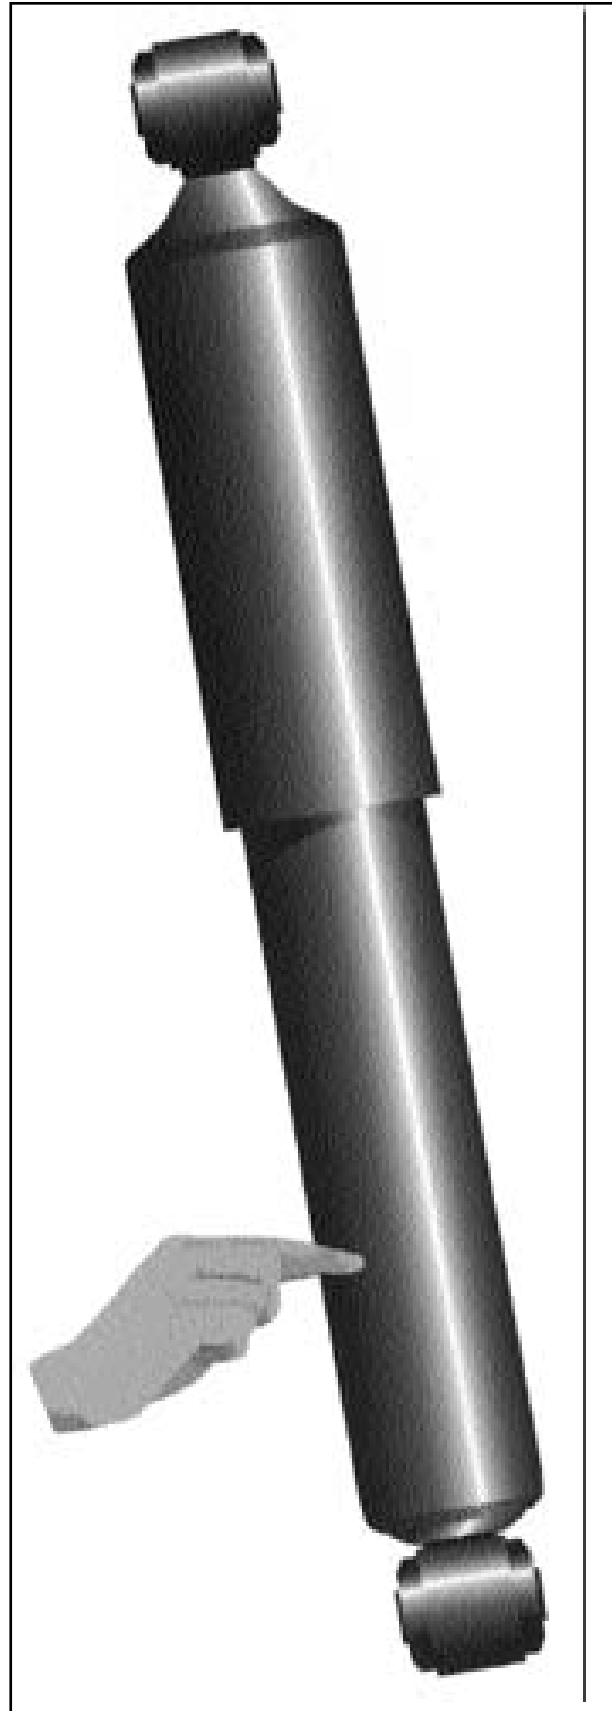

Figura 1
2. Después de unos pocos minutos de haber movido el remolque, toque cada amortiguador con cuidado en el cuerpo abajo del cubrepolvo (figura 1), después de tocar primero una parte cercana del chasis para establecer una temperatura ambiente de referencia del metal.